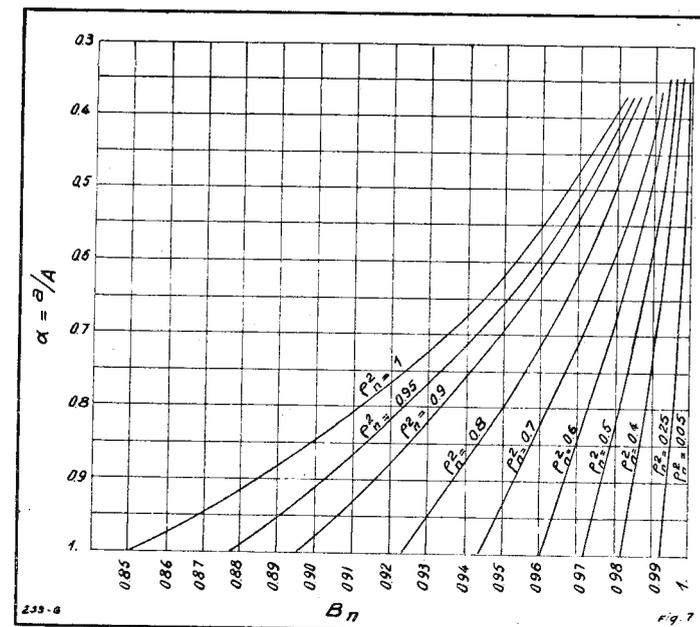

Fig. 7 - Mediante l'abaco di questa figura si può ricavare il coefficiente B utile alla formula di calcolo delle bobine accoppiate (vedi testo).
2° Si calcolano i coefficienti B_1, \dots, B_4 servendosi dell'abaco di fig. 7, dovuto a Pollack (bibliografia, n. 5).
2) Mediante l'abaco di fig. 7 si ricava allora: